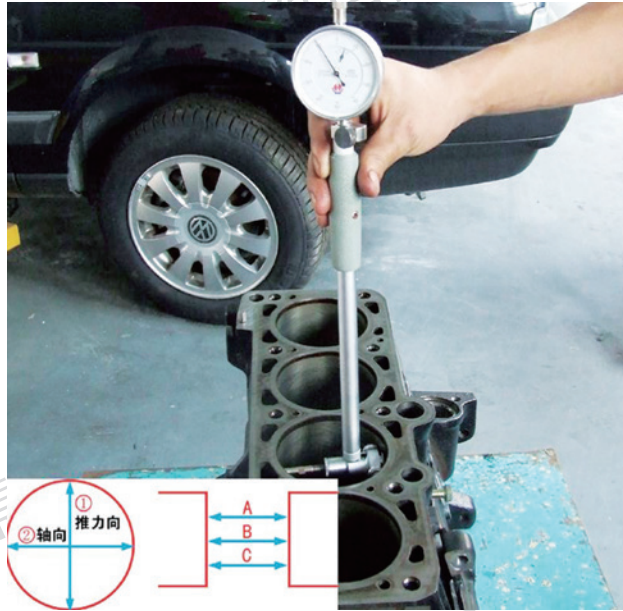

图 2 气缸磨损的检测
- (1) 操作准备：内径百分表，千分尺
- (2) 操作步骤（如图 2 所示）